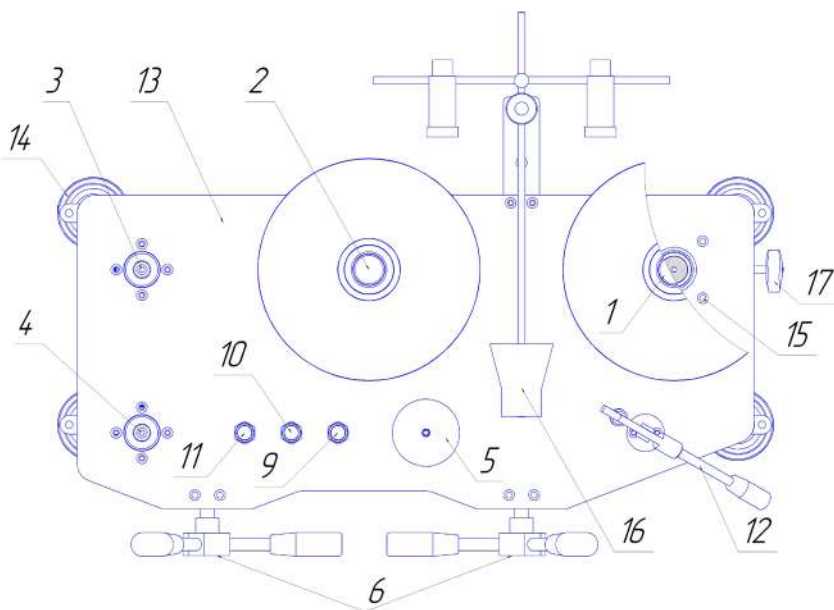
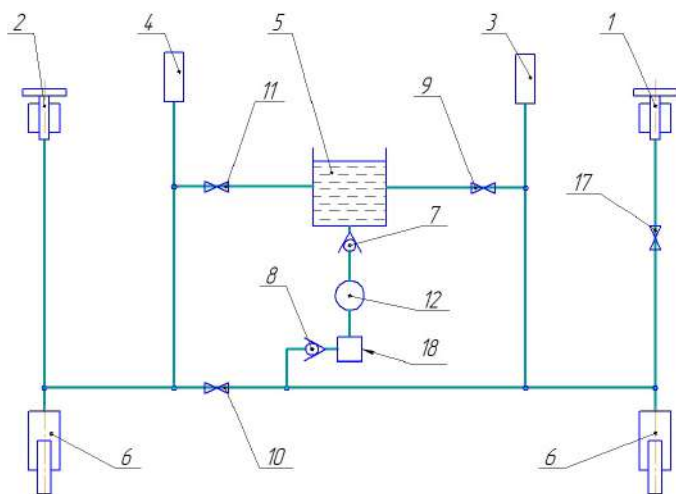

Рис. 1. Манометр грузопоршневой дифференциальный
Рис.2.
4.2 Манометр грузопоршневой дифференциальный функционально состоит из четырех частей: устройства для создания давления, двух поршневых систем, двух комплектов грузов и статоскопа. Основание 13 (Рис. 1) манометра грузопоршневого дифференциального выполнено в виде стальной плиты снабжённой четырьмя регулируемыми опорами 14. Прессы 6 представляют собой объёмные регуляторы для точного задания и подстройки давления. Ручной насос выполнен в виде отдельного узла 12, и состоит из рычажного прессы, соединенного с клапанами 7,8 (Рис. 2). Для повышения надежности работы, а также для предотвращения повреждения устройства, в гидравлическую схему включен фильтр тонкой очистки 18. На основании 13 (Рис. 1) расположен стакан 5 для рабочей жидкости. ИПС 1 устанавливается на правую стойку (стойка для ИПС), БПС 2 на левую стойку, поверяемый (калибруемый) СИ устанавливается непосредственно на стойки 3 и 4 при помощи присоединительных гаек. Для
4.5 Манометр грузопоршневой дифференциальный работает следующим образом. С помощью ручного насоса 12 (Рис. 1) рабочая жидкость перекачивается из стакана 5 в основной блок, прессы 6, в стойки ИПС 1, БПС 2, 3 и 4, с установленным средством измерения. Ручной насос 12 необходим для предварительного сжатия воздуха, находящегося в присоединенном СИ с целью уменьшения его объема, и для прокачивания системы. Величина создания давления ручным насосом зависит от установленного СИ и не должна превышать 3 МПа. Далее, с помощью вращения одного из штурвалов прессы 6 по часовой стрелке, плавно создается необходимое давление до всплытия одной из поршневых систем (ИПС или БПС). Далее уравниваются ИПС и БПС при помощи разновесов. После уравнивания поршневых систем связь между ними прерывают, закрытием отсечного вентиля 10 (Рис. 1 и 2) и на ИПС 1 накладывают нагрузку, соответствующую воспроизводимой (измеряемой) разности давления. С помощью прессов 6 поршневые системы вновь уравнивают. На поверяемые СИ, подключенного к стойкам 3 и 4, подалось давление, равное разности давлений, созданных двумя поршневыми системами ИПС и БПС. Равновесное положение поршневых систем определяется с помощью статоскопа. Для уменьшения давления необходимо вращать штурвал прессы 6 в обратную сторону. Для сброса оставшегося давления, предусмотрены запорные вентили 9 и 11 сброса давления.
6.12 Перекройте вентили сброса давления 11 и 9 (Рис. 1). Вентиль 10 оставьте открытым.
6.18 Положите уровень на грузоприемное устройство ИПС и отрегулируйте ее вертикальное положение регулировочными винтами 15 (Рис. 1).
7.4 Установите прессы 6 (Рис. 1) в среднее положение.